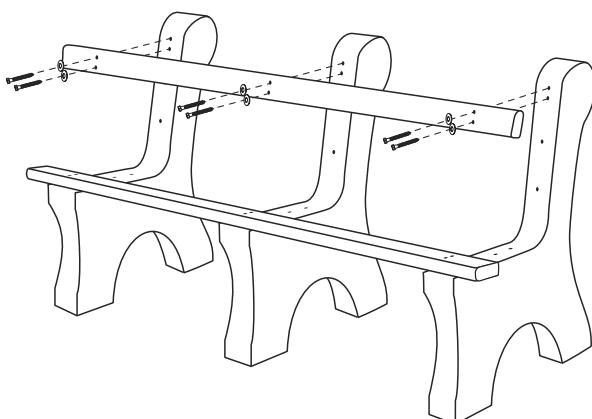

Figure 2
4. Alignez l'autre planchette à bords arrondis sur les deux trous prépercés du haut de la portion dossier des bases de banc. Fixez-la aux bases de banc à l'aide de tire-fonds de 3 ½ po, des rondelles, de la perceuse et de la douille tournevis de 7/16 po (le vissage s'effectuera à l'étape 7). (Voir Figure 2)